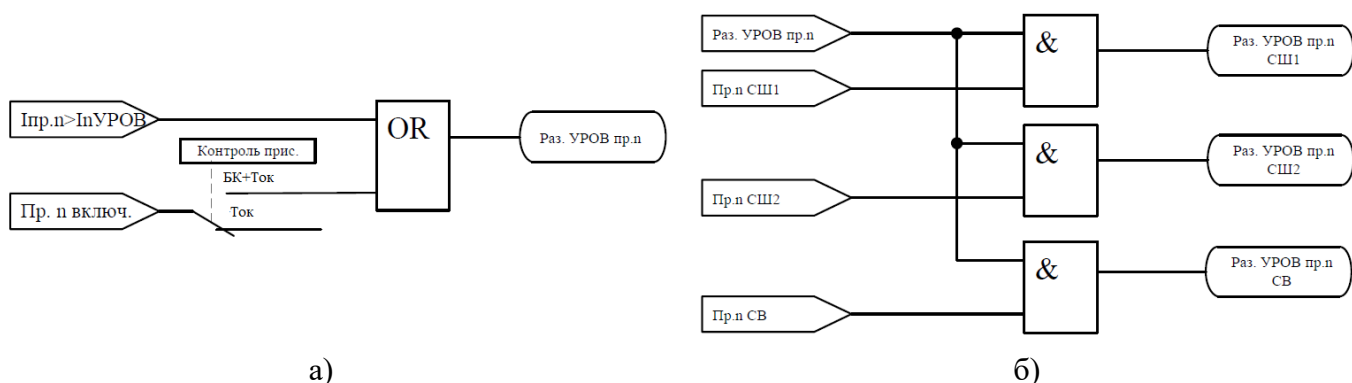

Рисунок 5.17 – Разрешение пуска УРОВ присоединений
Факторы, разрешающие пуск УРОВ присоединений, необходимо выбирать с помощью уставки «**КОНТР**» (рисунок 5.17а):
При соблюдении данных условий разрешается УРОВ присоединений, привязанных к соответствующим СШ1 (СШ2) или СВ (рисунок 5.17б).
- наличие сигнала, разрешающего пуск УРОВ присоединения (рисунок 5.17а).